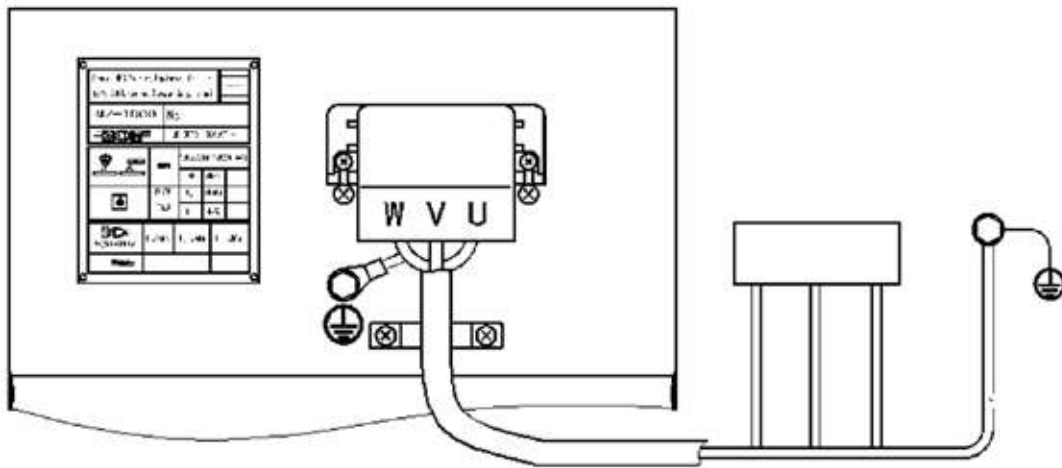

рис. 4.1.
- З щитное з земление: з землите устройство, используя желто-зеленый провод в к беле пит ния(рис. 4.1.).
- Подключите один конец к корпусу устройств с н клейкой, з фиксируйте г йкой М8, второй конец подключите к системе з щитного з земления зд ния (рис. 4.1.).